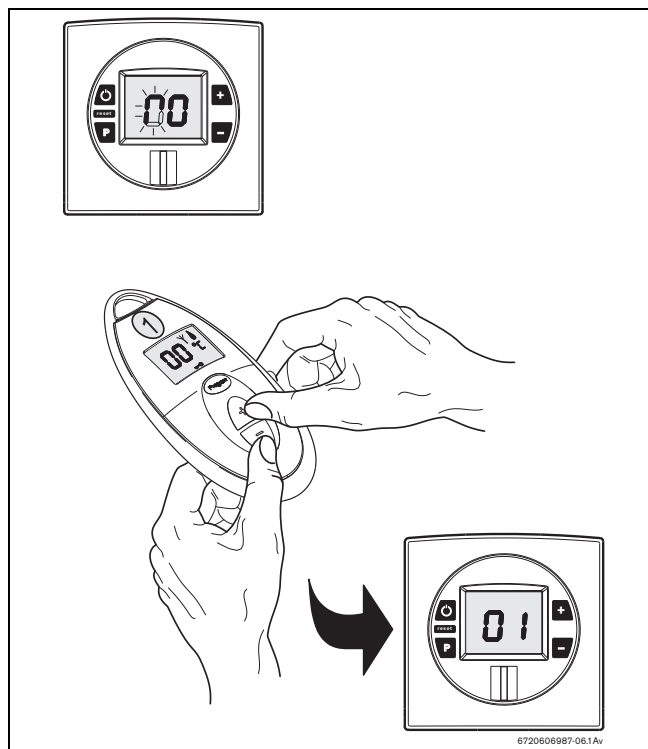

Fig. 21 Activación del mando a distancia
- Coloque el mando a distancia de frente al cuadro de mandos del aparato y pulse simultáneamente las teclas  y  del mando a distancia (Fig. 21).